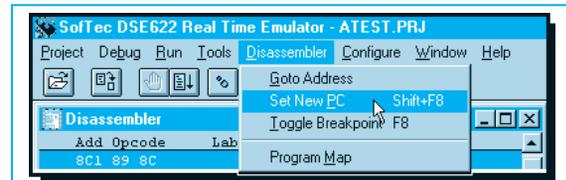

Fig.82 Selezionate Set New PC.
- Attivate la finestra **Disassembler** cliccando all’interno della finestra, quindi cliccate sulla scritta **Disassembler** del menu e poi cliccate sulla scritta **Set New PC** (vedi fig.82).